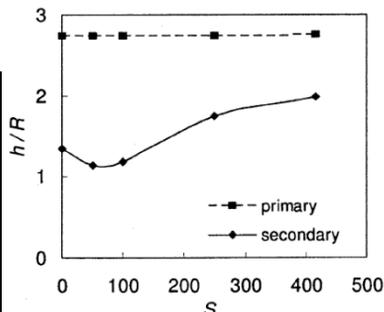

図3 スプラッシュ到達点の最大値と膨潤度 (S) の関係
- 膨潤度が上昇しても到達点に変化なし（図3）
- 膨潤度に依存して到達点も上昇（図3）